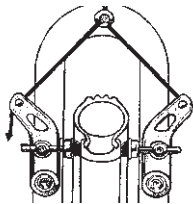

Abb. 1
- Die Bremsflächen müssen sauber u. fettfrei sein und die Bremsbeläge müssen parallel zu einander stehen (s. Abb.1).